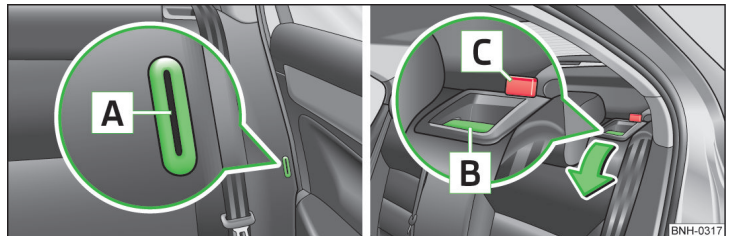

Abb. 56 Öffnung zum Einstecken der Schlosszunge / Sitzlehne vorklappen
- Die Schlosszunge des Sicherheitsgurts in die Öffnung **A** » Abb. 56 in der Seitenverkleidung stecken - Sicherheitsposition.